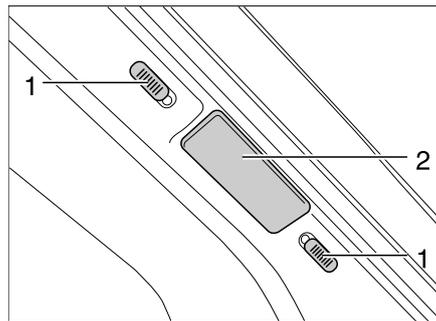
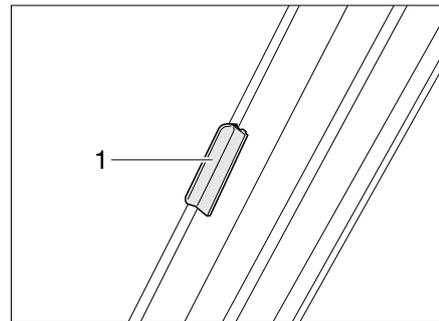

Bild 20 Verriegelung faltverdunklung Frontscheibe
Bild 21 Verriegelung faltverdunklung Frontscheibe (I-Modell)
- Die beiden Hälften der faltverdunklung für die Frontscheibe am Griff (Bild 20,2 und Bild 21,1) bis zum Anschlag nach außen schieben.
- Die Verriegelungsknöpfe (Bild 20,1) nach unten bzw. nach oben schieben. Wenn der rote Punkt sichtbar ist, ist die Verriegelung offen.